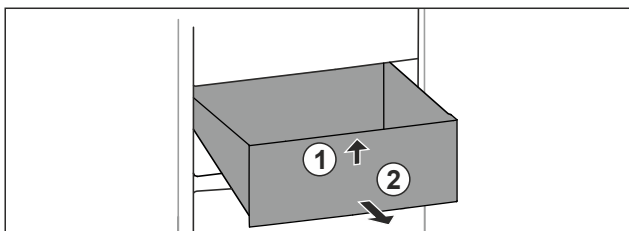

Fig. 115
- Predal spredaj dvignite. Fig. 115 (1)
- Predal vzemite ven v smeri naprej. Fig. 115 (2)